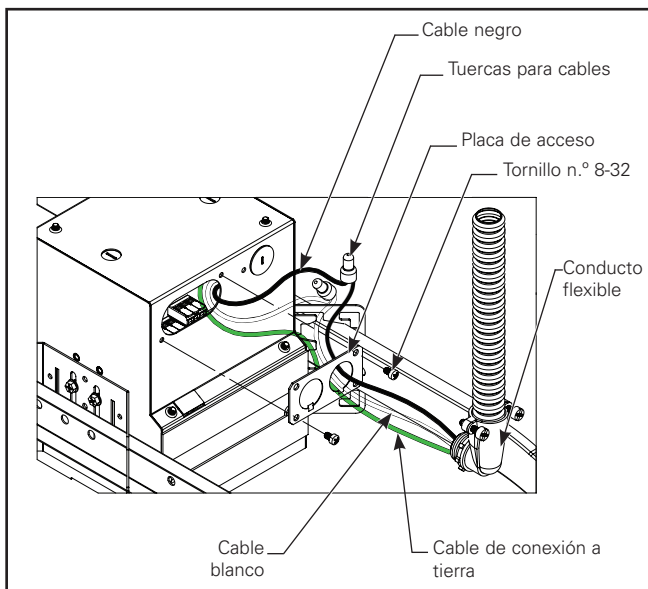

Figura 1.6.
- ii. Conecte los cables negro con negro y blanco con blanco utilizando las tuercas para cables provistas. (Figura 1.6)